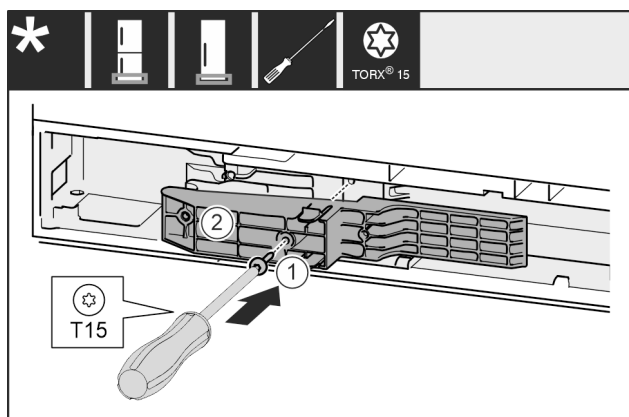

Fig. 67 *
- ▶ Adaptér Fig. 67 (1) na straně rukojeti vložte do výklenku.*
- ▶ Šroubovákem šroub Fig. 67 (2) pevně utáhněte.*